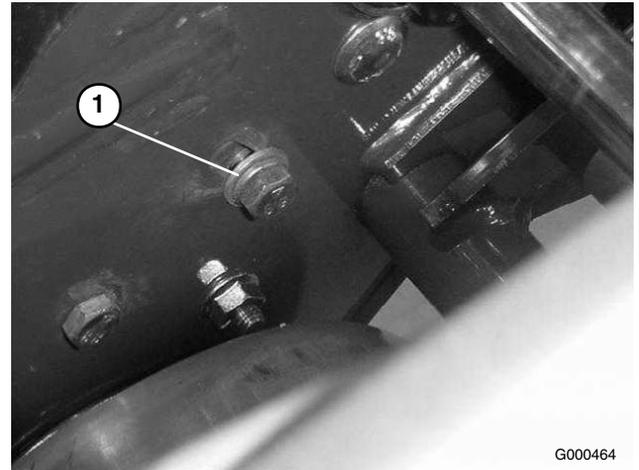

Figura 40
- A. En la parte trasera de la chapa lateral, afloje el tornillo de caperuza que fija el soporte de la polea tensora a la chapa lateral (Figura 40).